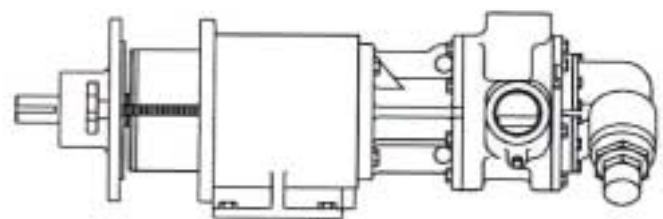

FIGURA 18
4. Il magnete esterno dovrebbe essere installato nell'alloggiamento del cuscinetto, se così non fosse Fare Riferimento a Smontaggio e Montaggio dell'Alloggiamento del Cuscinetto. Installare le manopole in modo che 4" della filettatura si protendano sotto l'alloggiamento. Sostenere l'alloggiamento del cuscinetto da sopra e posizionare gentilmente il magnete sul serbatoio in modo che i gruppi del magnete incomincino ad innestare. Ritrarre in modo uniforme le manopole Vedere Figura 18. Quando vengono rimosse le manopole l'alloggiamento del cuscinetto dovrebbe muoversi verso il supporto.